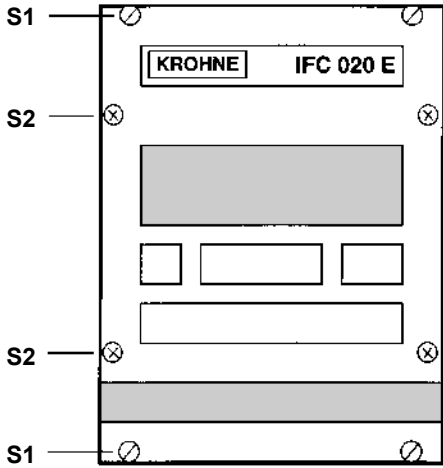

Fig. 1
- b) 4 Kreuzschlitzschrauben (S1) auf der Frontplatte lösen (s. Fig. 1 in Kap. 8.1).
- (A) mA-Meter, Genauigkeitsklasse 0.1,  $R_i < 500 \text{ Ohm}$ , Bereich 4-20 mA
Die Fig. 1 und 2 finden Sie in Kap. 8.1.
- 1) 4 Kreuzschlitzschrauben (S1) auf der Frontseite lösen (**Fig. 1**).
Die Fig. 1 bis 3 finden Sie in Kap. 8.1.
- 1) 4 Schrauben (S1) auf der Frontseite lösen (**Fig. 1**).
- 3) 4 Kreuzschlitzschrauben (S2) auf der Frontseite lösen (**Fig. 1**).